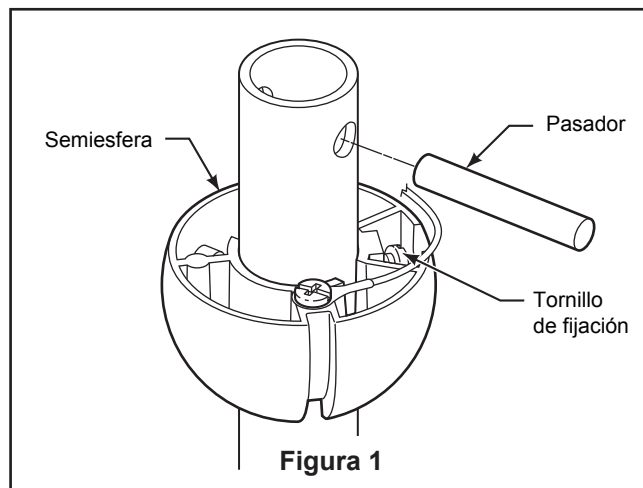

Figura 1
- 5. Vuelva a colocar la semiesfera (Figura 1) en el barral como se indica a continuación. Pase los tres cables de 2 m (80") a través de la semiesfera. Pase el pasador a través de los dos orificios en el barral y alinee la semiesfera de modo que el pasador quede atrapado en la ranura de la parte superior de la misma. Empuje la semiesfera hacia arriba, bien ajustada contra el pasador. Ajuste firmemente el tornillo de fijación de la semiesfera. Si el tornillo está flojo, podría provocar oscilación del ventilador.